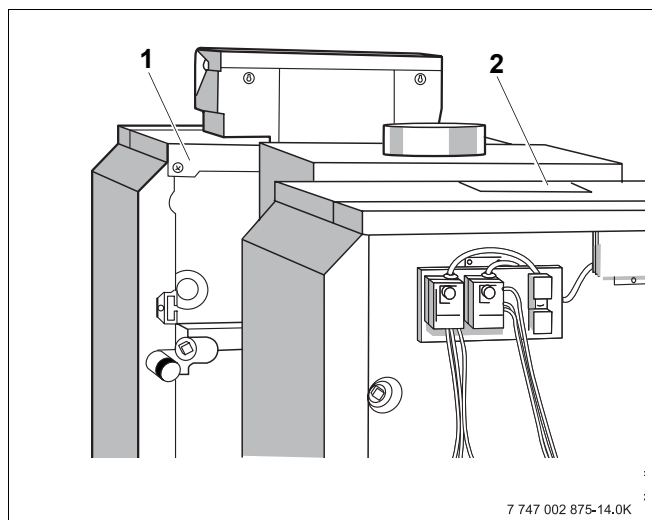

Рис. 24 Установка задней крышки котла
- Задвиньте заднюю крышку котла (рис. 24, поз. 1) с язычками под переднюю крышку и нажмите на нее сзади вниз.
- Закрепите винтами заднюю крышку (рис. 24, поз. 1) к задней стенке котла.
- На установке с двумя котлами дополнительно установите на задних крышках накладные листы (рис. 24, поз. 2) и закрепите их, загнув полосы.